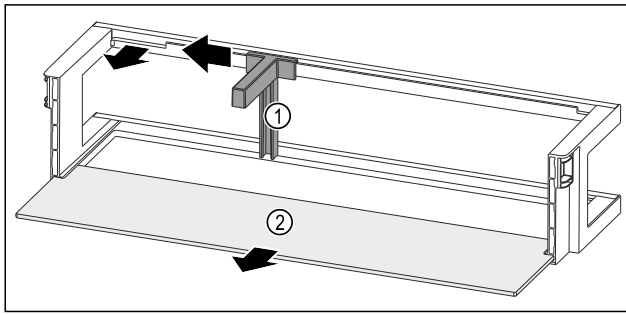

Fig. 278 Türabsteller mit Flaschenhalter und Abstellfläche
- ▶ Flaschenhalter Fig. 278 (1) bis zur Aussparung zur Seite schieben.
- ▶ Flaschenhalter Fig. 278 (1) entnehmen.
- ▶ Abstellfläche Fig. 278 (2) entnehmen.